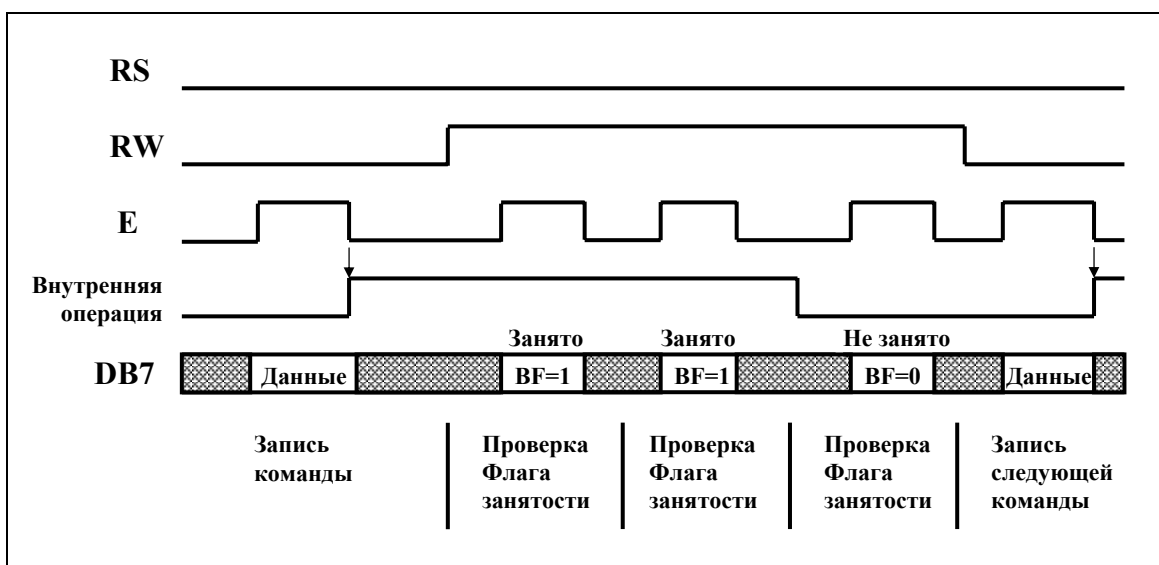

Рис. 8 Пример подачи команд с выполнением проверки Флага занятости в режиме 8-разрядного интерфейса.
- Проверкой Флага занятости контроллера до момента перехода его в состояние 0. Это наиболее эффективный способ (см. рис. 8 и 9).